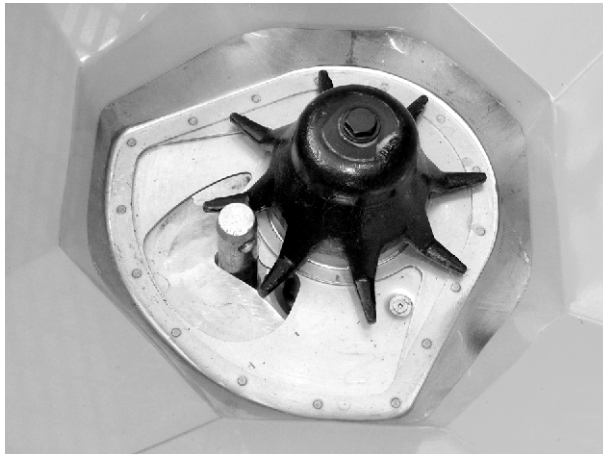

Abb. 59: Unterlenkerbolzen in Dosieröffnung
- ✓ Der Dosierschieber ist leicht gegen den Bolzen gedrückt. Siehe *Abb. 59 Unterlenkerbolzen in Dosieröffnung*.